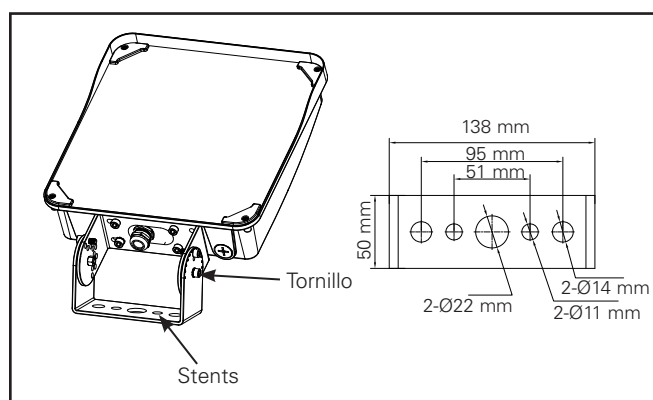

Figura 4
2. Monte el luminario en la superficie utilizando el patrón de orificios que se muestra en el soporte de muñón (Figura 4).